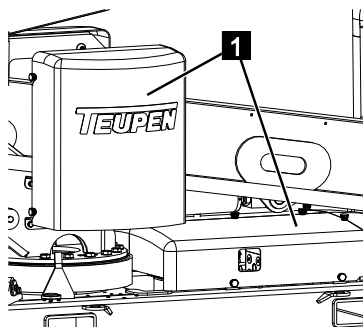

Abb. 115
3. Abdeckungen demontieren (Abb.115/1).